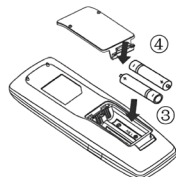

Рисунок 2
- Вставьте две батарейки 1,5 В размером AAA. Убедитесь в правильности расположения полюсов батарейки + и – (см. рис. 2).
- Снова установите крышку (см. рис. 2).